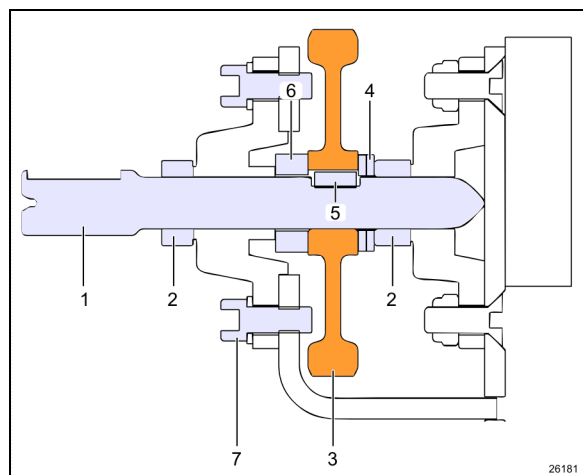

FIGURE 38: VUE DE SECTION DE L'ENSEMBLE DE PIGNON
1. Dévisser toutes les vis de pression sur les fourches de l'arbre d'entraînement (item 4 dans les TABLEAUX DES COUPLES DE SERRAGE). Glisser l'arbre d'entraînement vers le réducteur pour enlever la fourche de l'arbre de pignon. (Item 1, Figure 38)